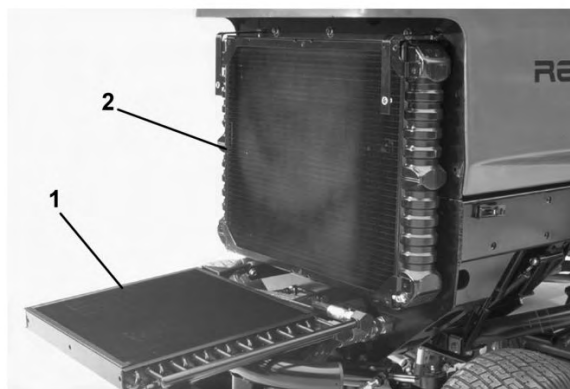

図 72
3. オイル・クーラのノブをゆるめてクーラを後ろに傾ける（図 72）。オイル・クーラとラジエターの裏表を圧縮空気で丁寧に清掃する。水を使用しないこと。フードを明け、機体後部に向けてゴミを吹き飛ばす。清掃が終了したらオイル・クーラを元に戻しノブを締める。